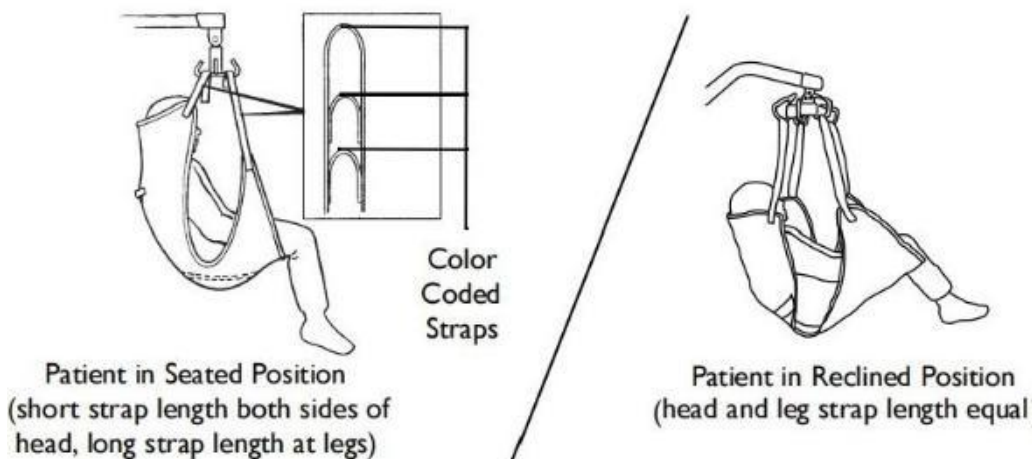

**FIGURA 1.3** Fissaggio dell'imbracatura monoblocco al sollevatore per pazienti
**NOTA:** per questa procedura , fare riferimento alla FIGURA 1.3.